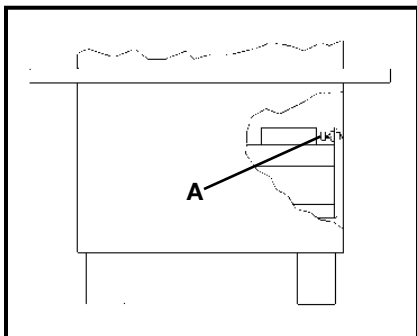
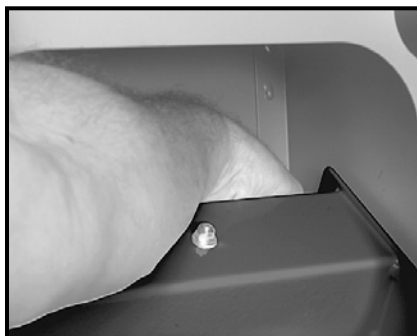

Fig. 25
Fig. 26
5. Localice el tornillo de ajuste (A) Fig. 25: meta la mano hasta el fondo de la máquina y localice el tornillo con la mano (vea la Fig. 26).